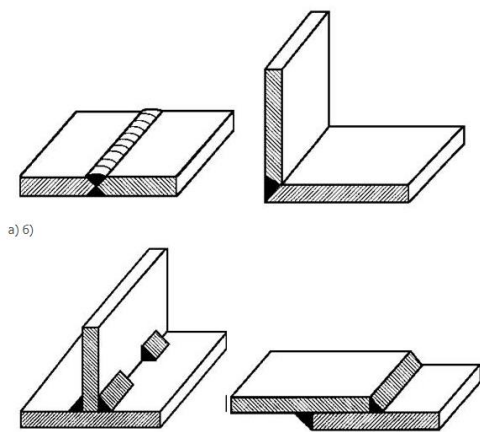

Рис. 99 Основные типы сварных соединений:
- стыковые (С) – детали соединяются встык по торцевым поверхностям (рис. 99 а);
- угловые (У) – детали располагаются под углом и соединяются по кромкам снаружи угла (рис. 99б);
- тавровое (Т) – детали образуют форму буквы Т (рис.99 в);
- внахлестку (Н) – детали частично перекрывают друг друга (рис. 99 г).